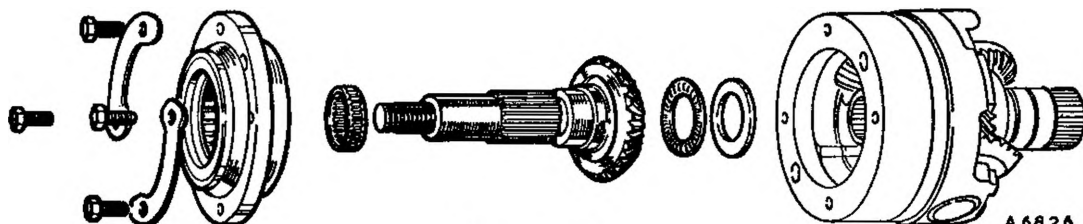

Fig. Fa. 48
della 1a, l' ingranaggio secondario, la corsa Torrington e la rondella (vedi la Fig. Fa. 48).
27. Montare l' ingranaggio secondario conico e relativo cuscinetto a rullini Torrington e la rosetta selettiva in acciaio (vedi Fig. Fa. 48).
28. Rimontare la frizione unidirezionale al complessivo del treno di ingranaggi (vedi Fig. Fa. 48), serrare i bulloni di arresto e ripiegare le linguette di sicurezza.